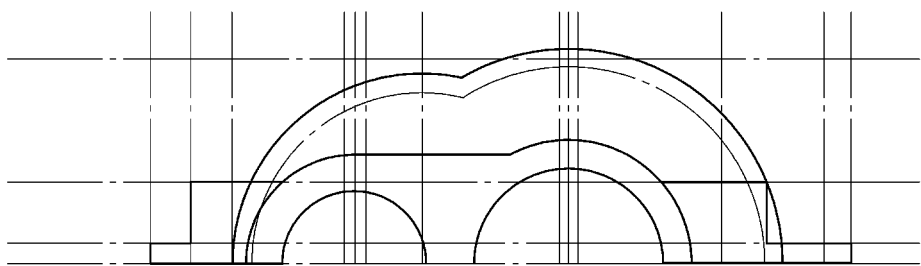

图 11-56 修剪
5) 利用【修剪】、【拉伸】、【删除】命令修改并删除多余线段和圆弧, 如图 11-56 所示。